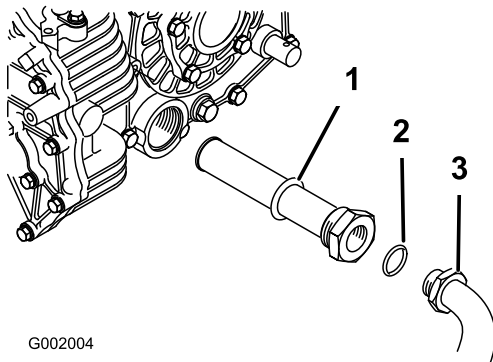

Bild 51
5. Nehmen Sie den Hydraulikschlauch und das 90°-Anschlussstück ab (Bild 51).